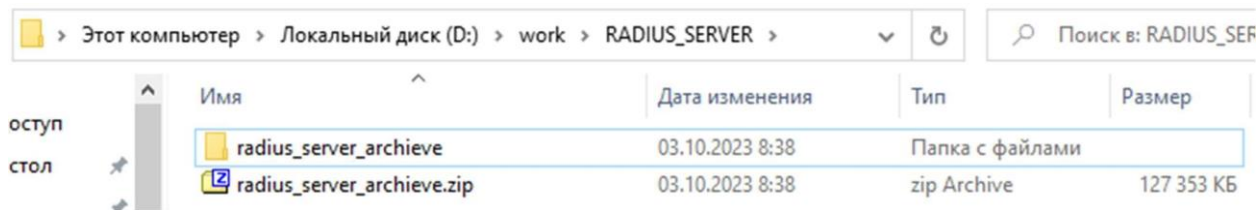

Рисунок 1.2
2.2.2. Переместить скачанный архив в созданную папку и распаковать его в этой же папке (рис. 1.2).